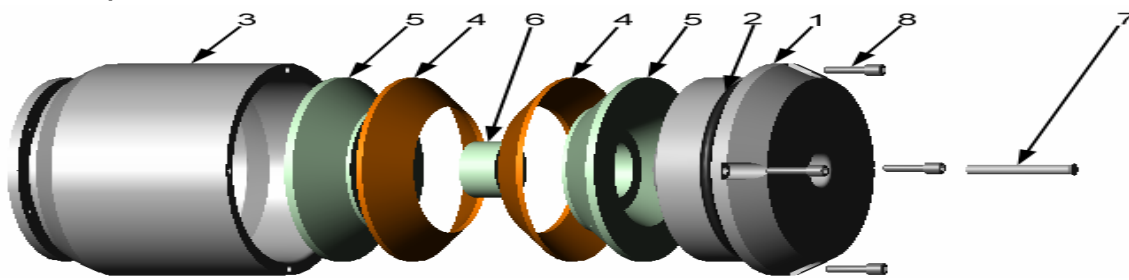

Figure 3 : CUT-5500-062NT - Vue éclatée
2.12 Insérez la cartouche de la charge relais (élément n° 7) dans le trou de l'unité explosive jusqu'à ce que l'extrémité évasée soit correctement située dans la tête (voir Figure 3).